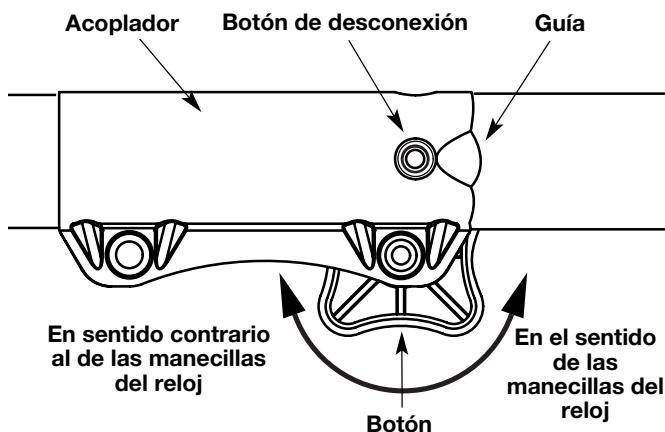

Fig. 1
1. Para aflojarlo, gire el botón en el sentido opuesto al de las manecillas del reloj (Fig. 1).
2. Oprima y sostenga oprimido el botón de liberación (Fig. 1).
2. Apriete el botón girándolo hacia la derecha (Fig. 1).
NOTE: La alineación del botón de desconexión con la guía ayuda en la instalación (Fig. 1).